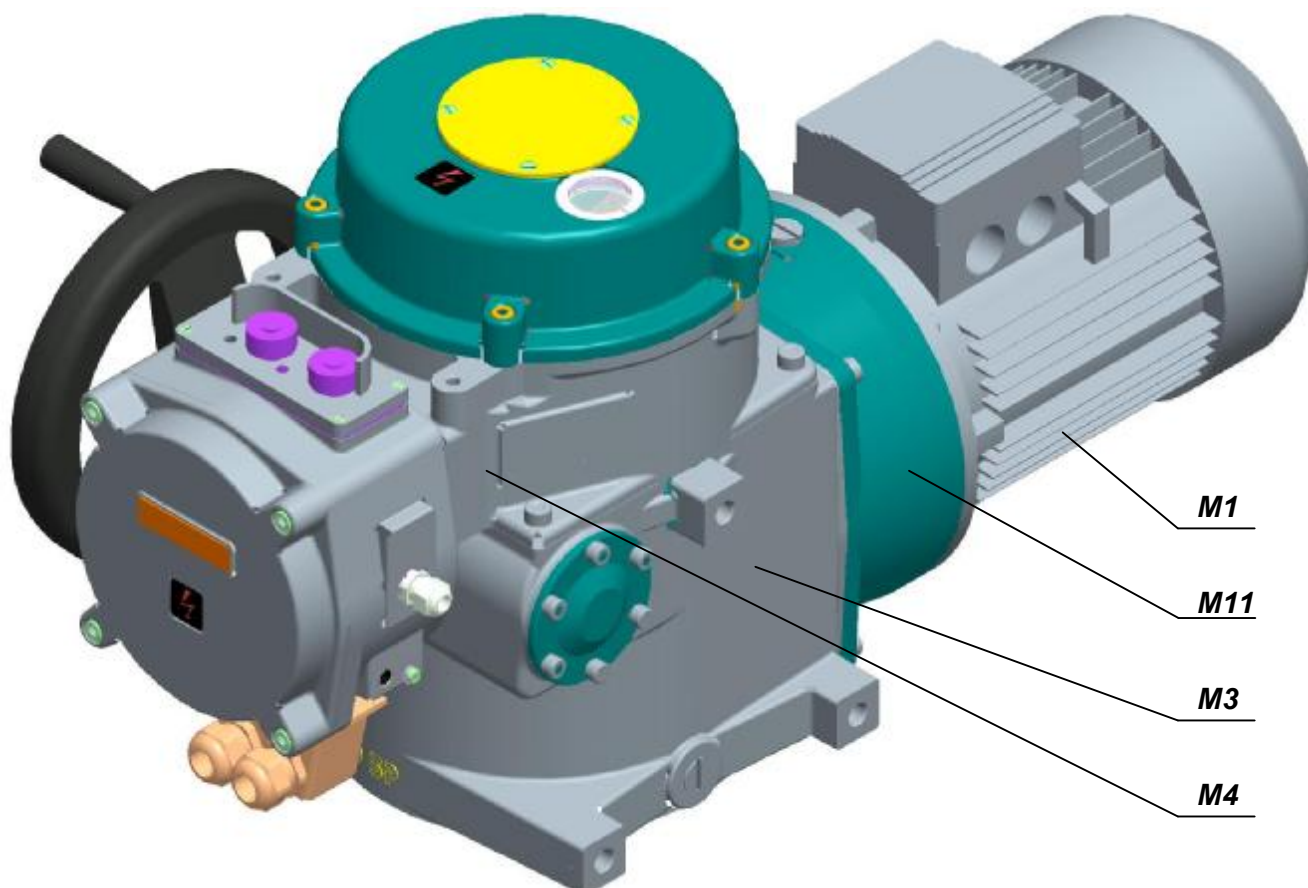

Рис. 1
Приборы **МО** имеют компактную конструкцию с некоторыми присоединенными модулями. Приборы состоят из двух своими функциями отличающимися главных частей (**рис.1**):
Система размещена в корпусе (22). Приводы размещены центрально на выходном валу (24) и представляют собой самостоятельную монтажную единицу. Шестерня электродвигателя переносит крутящий момент на коническое зубчатое колесо (34), которое вместе с сателитами (35) и жестким корончатым колесом - венцом (32), с внутренним зацеплением, создает планетарный редуктор. Поводок планетарного редуктора обеспечивает передачу крутящего момента на выходной вал (24). В верхней части размещен шнек (23) для снятия момента и ручного управления, которое применяется для перестановки управляемого устройства при отключении электрического тока. Перестановка осуществляется при помощи колеса ручного управления (25). Шнек подрессорен, и сила, вызванная крутящим моментом выходного вала, перемещает шнек в направлении оси против силы пружины. Перемещение шнека снимается вилкой с цапфой через валик (29), выходящий в коробку управления. Перемещение шнека пропорционально моменту. Вилка западает в контурную дорожку, что делает возможным вращательное движение колеса ручного управления, то есть ручное управление в любом эксплуатационном режиме. На задней стенке корпуса (22) напротив колеса ручного управления находятся три набалдашника с винтовыми ответствиями, которые позволяют прикрепить прибор на стену или на вспомогательную конструкцию (рис.1).
Модуль М4 – коробка управления (Рис. 1), помещен в верхней части прибора и создает самостоятельное функциональное целое. Верхнюю часть образует кожух коробки управления. Нижняя часть коробки управления включает шкаф силовой передачи и создает несущую часть передачи для управляющей плиты (46) (Рис.3), которая содержит :
- блок положения (11)
- блок сигнализации с передаточным звеном (12)
- блок моментного выключения (9)
- блок датчика (33) (для спецификации прибора)
- нагревательное сопротивление (16) с термическим выключателем (15)
- регулятор положения (только для прибора МО 5 с регулятором) (14)